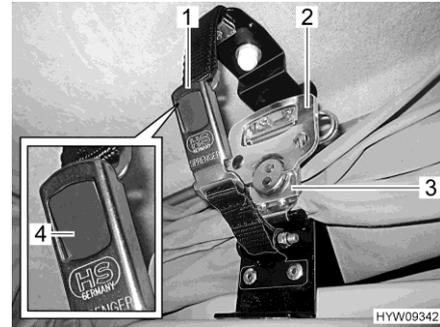

Bild 56 Verriegelung (Aufstelldach)
- Auf beiden Seiten Schnappverschluss (Bild 56,1) öffnen. Dazu grauen Druckknopf (Bild 56,4) drücken.
- Jeweils Griff (Bild 56,2) des Schnellspannverschlusses (Bild 56,3) ausklappen und eine halbe Umdrehung entgegen dem Uhrzeigersinn drehen. Die Verriegelung ist damit gelöst.